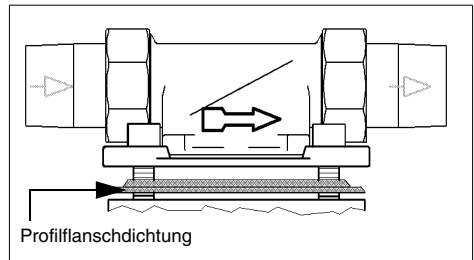

Abb. 4: Einbaudrehflansch
Der Einbaudrehflansch muss in Fließrichtung installiert werden. Diese ist durch einen eingegossenen Pfeil gekennzeichnet (siehe Abb. 4).
- Prüfen, ob die Profilflanschdichtung richtig eingelegt ist (Profil zeigt zum Einbaudrehflansch) (siehe Abb. 4).
Das Profil der Profilflanschdichtung muss zum Einbaudrehflansch zeigen (siehe Abb. 4). Wird dies nicht beachtet, so kann es zu Undichtheiten und zum Austreten von Wasser kommen. Dabei können Wasserschäden an Haus und Einrichtung entstehen.